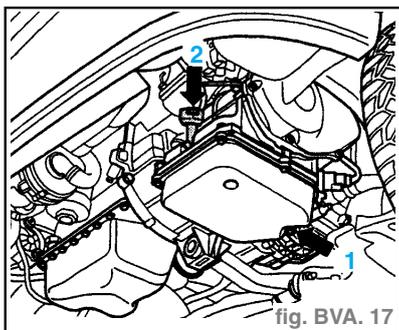

fig. BVA. 17
- Serrer la vis d'obturation avec une bague-joint neuve (flèche 1) à **1,5 daN.m.** (fig. BVA. 17)